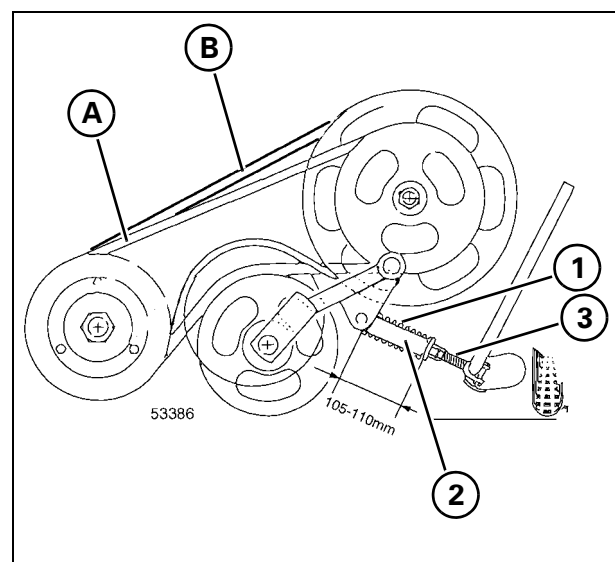

Рис. 4
**3.) Приводной ремень универсального триера - Рис. 4**